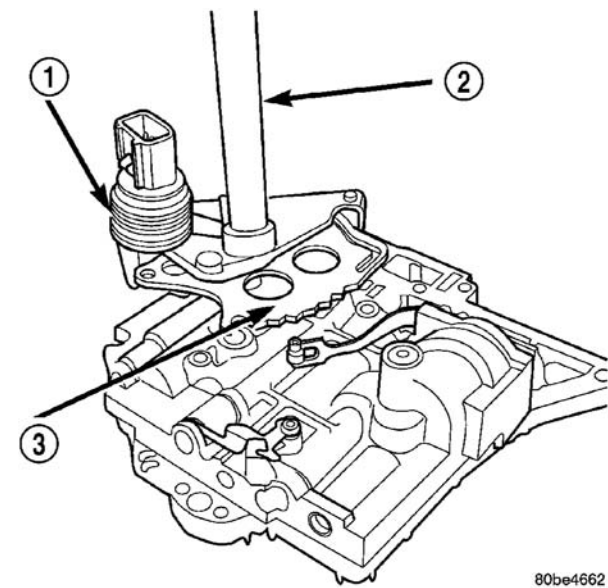

图 355 手动轴/扇形板和变速器档位传感器
(3) 拆下手动轴/扇形板和变速器档位传感器(图 355)。